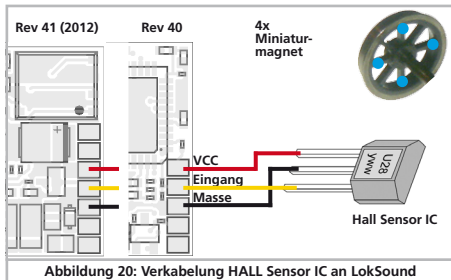

Abbildung 20: Verkabelung HALL Sensor IC an LokSound
Ein Hall Sensor ist ein elektronischer Schaltkreis (IC) welcher auf ein wechselndes Magnetfeld reagiert. Die verfügbaren HALL IC können sehr einfach in Loks verbaut werden, weil der Abstand zwischen IC und Magnet nicht kritisch ist. Ein häufig verwendeter Hall IC ist der TTL4905 von Siemens/Infineon, zu dem es auch viele kompatible Typen gibt. Die drei Anschlüsse des ICs müssen mit dem LokSound Decoder so verbunden werden, wie es Abb. 20 bzw. 21 zeigt.